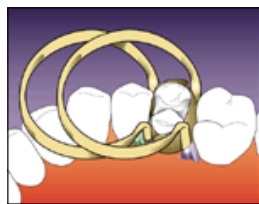

図 4
5. リング用フォーセップスを用いて、近心隣接面にスタンダードタイプのGリングを、続いて遠心隣接面にロングタイプのGリングを装着する。(図4)